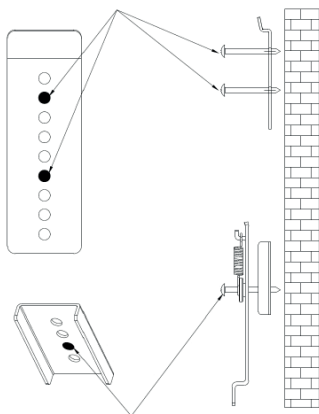

Fig. 2
2. Monteringsfäste upp till | Montera väggfästena C med M5x40 skruvar enligt fig. 2.